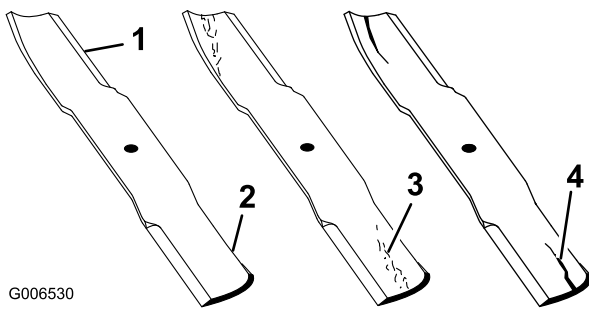
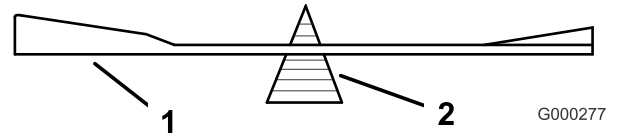

Figura 47
Figura 51
1. Inspeccione los filos de corte (Figura 47). Si los bordes no están afilados o tienen muescas, retire las cuchillas y afílelas. Consulte Afilado de las cuchillas \(página 38\).
2. Inspeccione las cuchillas, especialmente la parte curva (Figura 47). Si observa fisuras, desgaste o la formación de una ranura en esta zona (elemento 3. en la Figura 47), instale de inmediato una cuchilla nueva.
2. Verifique el equilibrio de la cuchilla colocándola sobre un equilibrador de cuchillas (Figura 51). Si la cuchilla se mantiene horizontal, está equilibrada y puede utilizarse. Si la cuchilla no está equilibrada, rebaje algo del metal en la parte de la vela solamente (Figura 47). Repita este procedimiento hasta que la cuchilla esté equilibrada.